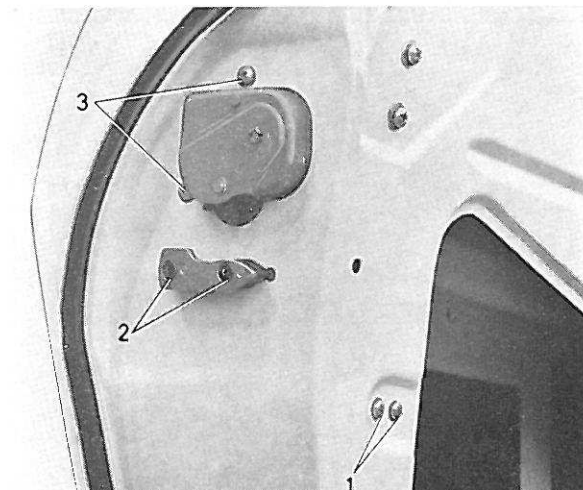

Figure 22. Vis pour fermeture de porte
5. Enlever les deux vis (1, figure 22) pour le bras articulé de la commande à distance, ainsi que les deux vis (2, figure 22) de fixation du guide pour la fermeture.
6. Enlever les deux vis restantes (3, figure 22) et sortir ensuite la fermeture en la faisant
2. Poser la fermeture en place dans la porte et remettre les vis (1, 2 et 3, figure 22).